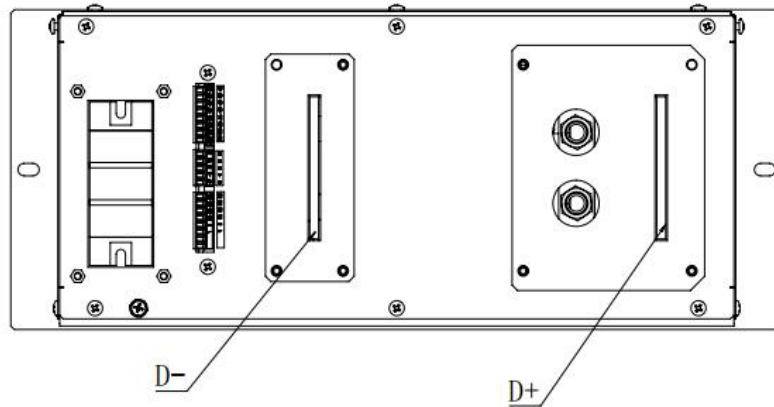

图 4-4 输出连接示意图
- 2) 根据电源的输出电流，选择合适的导线或铜排将负载连接到 D+、D-，建议使用 M12 螺钉紧固，如图 4-4 所示。